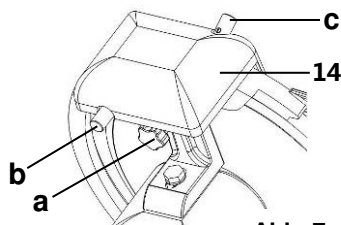

Abb. 7
- Schließen Sie das Gerät an eine Einzelsteckdose an und schalten Sie das Gerät mit der weißen **START**-Taste ein. Halten Sie den Druckknopf (b, Abb. 7) für den groben Schleifstein an der Rückseite vom Messerschärfer (1) gedrückt und lassen Sie das Gerät für ca. 30 - 40 Sekunden laufen, so dass sich auf dem Schneidemesser ein Grat bildet.